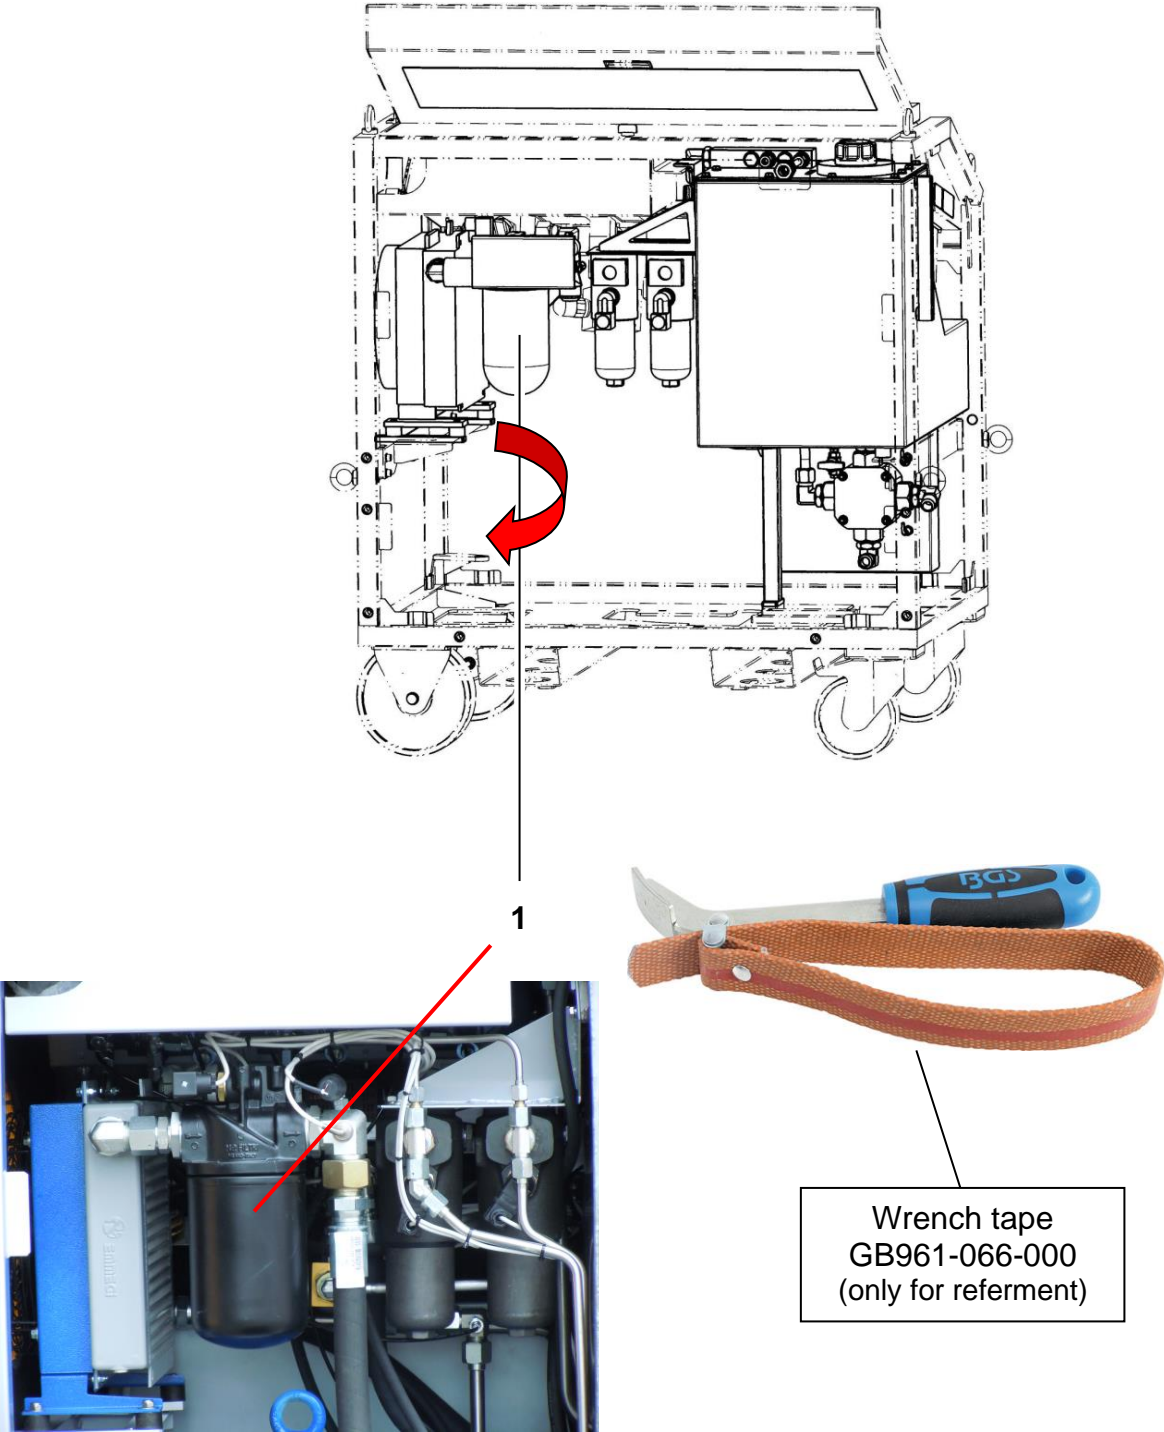

Fig. 5.2 BOOST / RETURN LINE FILTER
5.3.1 BOOST / RETURN LINE FILTER (pos. 1 Fig. 5.2)